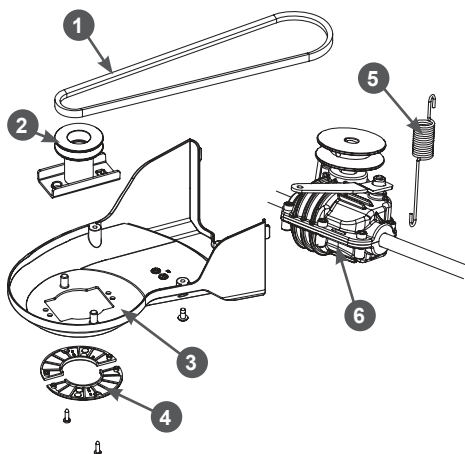

Рис. 25. Обслуживание ремня привода хода
5. Открутите винты крепления и снимите две защитные крышки ремня (Рис. 25).
6. Открутите винты крепления и снимите кожух защитный ремня (Рис. 25).
трещин, разрывов, отслоения корда (Рис. 25). При обнаружении поврежденного ремень необходимо заменить.
2. Открутите винты крепления и снимите крышки 4 защитные ремня (Рис. 25).
3. Открутите винты крепления и снимите кожух 3 защитный ремня (Рис. 25).
4. Снимите ремень 1 со шкива адаптера в сторону двигателя и снимите адаптер 2 с вала двигателя (Рис. 25).
6. Снимите ремень со шкива редуктора 6 (Рис. 25).
8. Установите новый ремень на шкив редуктора, затем установите адаптер ножа и установите ремень на шкив адаптера ножа. После этого убедитесь, что пружина 5 на месте и держит ремень в натянутом состоянии (Рис. 25).